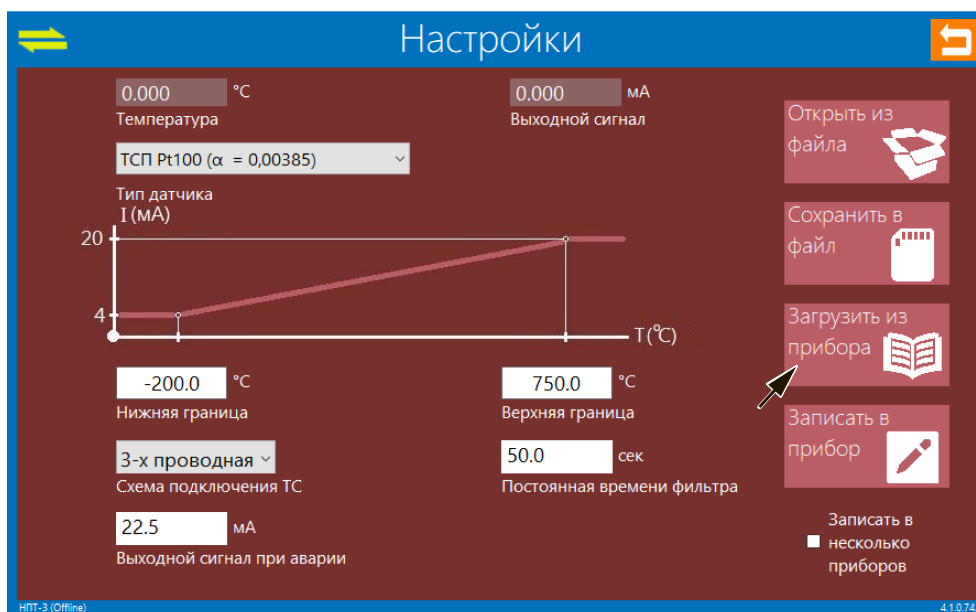

Рисунок 7.2 – Настройка датчика
3. Произвести настройку с помощью программы «Конфигуратор НПТ»: в элементе программы «Настройки» нажать «Загрузить из прибора» (см. рисунок 7.2). Для настройки доступен параметр «Выходной сигнал при аварии» (при обрыве или коротком замыкании ЧЭ).